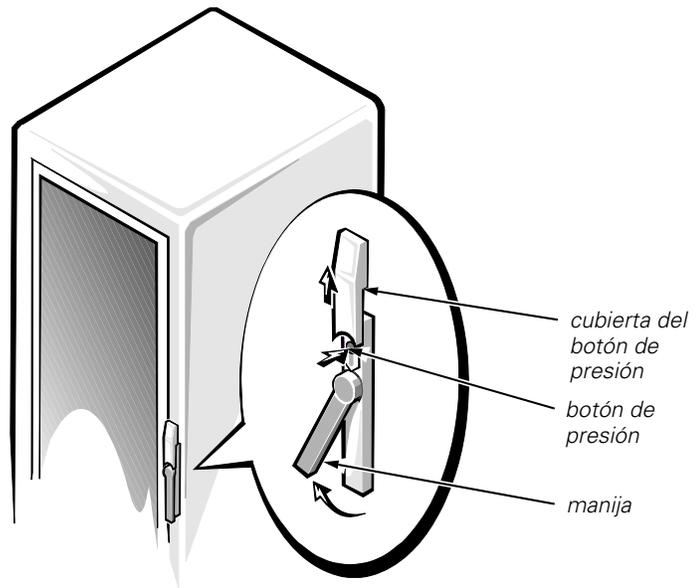

Figura 2. Apertura del seguro en la puerta anterior
1. Abra el seguro en la puerta anterior (vea la figura 2).
3. Cierre la palanca de la puerta girando la manija en sentido contrario de las agujas de un reloj hasta que se pare, oprima la manija hasta que se bloquee en posición y deslice después la cubierta encima del botón de presión (vea la figura 2).